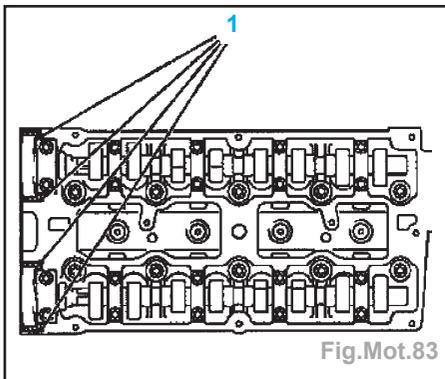

Fig.Mot.83
- Appliquer du produit d'étanchéité (1) avant de reposer le couvre-culasse (Fig. Mot.83).